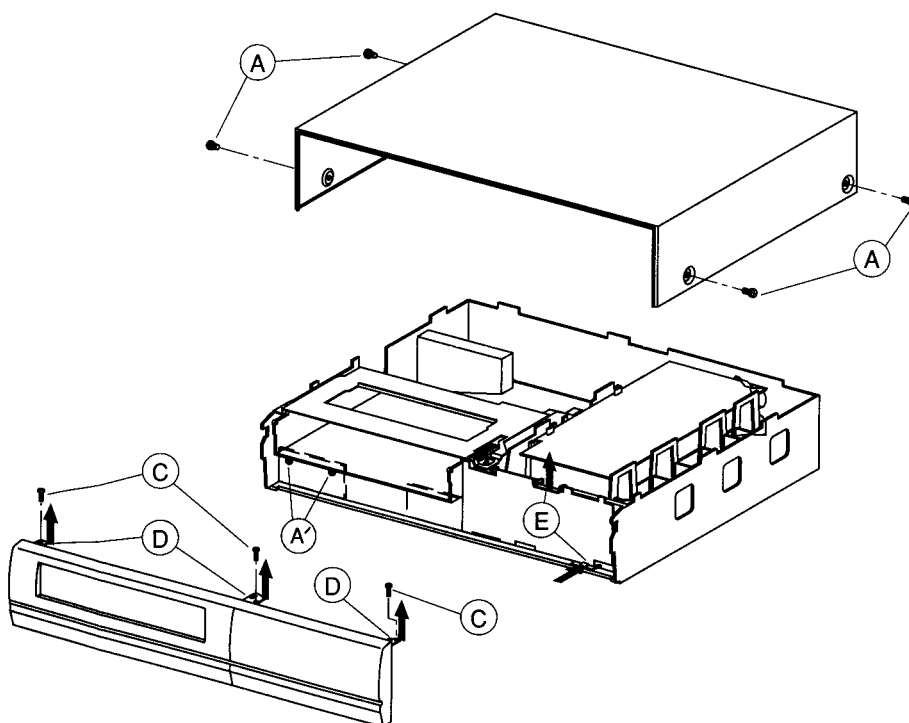

Fig. 1
- 4 Schrauben (A) herausdrehen (Fig. 1).
- Schrauben (C) herausdrehen, Rasthaken (D) lösen, Frontblende nach vorne wegklappen (Fig. 1).
- Rastnasen (E) lösen (Fig. 1).
- Remove 4 screws (A) (Fig. 1).
- Remove screws (C), release locking catches (D), hinge the front panel away from the front (Fig. 1).
- Release the locking catches (E) (Fig. 1).